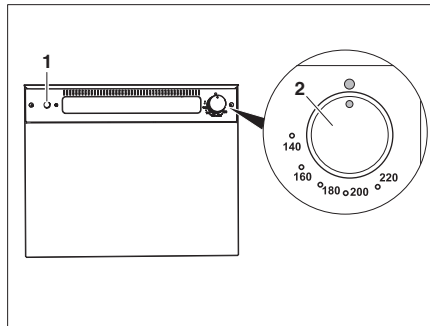

Fig. 345 Horno de gas (Thetford)
- Presionar el regulador giratorio (Fig. 345,2) ligeramente y girarlo hacia la izquierda a una posición cualquiera.
- Presionar el interruptor de encendido (Fig. 345,1) tantas veces como sean necesarias para que arda la llama.
- Girar el regulador giratorio (Fig. 345,2) a "O". La llama se apaga.